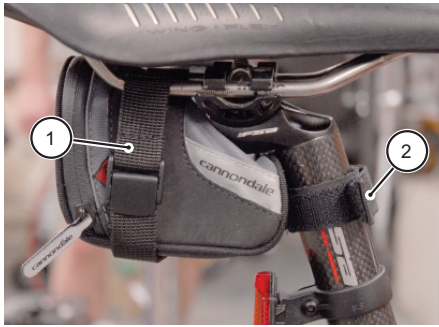

Figura 1.
Il metodo di fissaggio del borsello da sella consente un fissaggio e una rimozione adeguati (non permanenti) manuali. Questi borselli da sella vengono fissati sotto il sellino, mediante la guida del sellino (1) e le fasce (2) del sostegno della sella. Vedere figura 1.
1. Posizionare il borsello sotto il sellino e dietro il sostegno della sella come indicato nella Figura 1.
2. Far passare le fasce (3) nella parte superiore del borsello, sopra tutte le guide del sellino (4) e nei lati del borsello. Fissare la fascia più lunga senza la fibbia (5) sotto la parte inferiore del borsello.
4. Chiudere la leva della fibbia (6) per bloccare la fascia.
6. Avvolgere saldamente le fasce del gancio e di sostegno nella parte anteriore del borsello (articolo 2, Figura 1) intorno al sostegno della sella. Premere unendo le estremità saldamente per fissare le fasce.